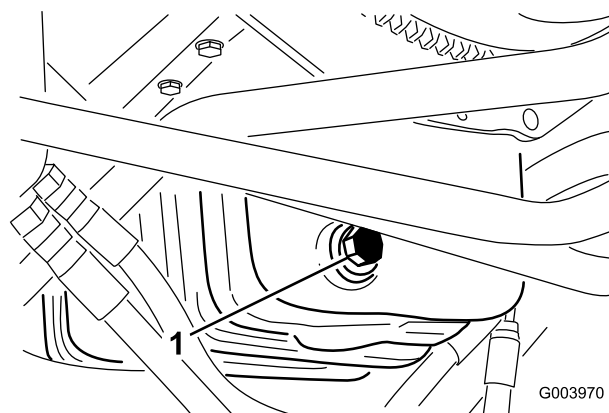

Figura 61
1. Retire el tapón de vaciado (Figura 61) y deje fluir el aceite a un recipiente apropiado.